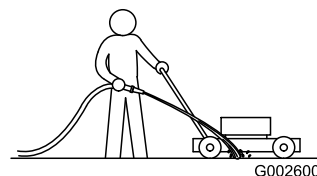

Figura 49
- Con el motor en marcha sobre una superficie plana pavimentada, dirija un chorro de agua hacia delante de la rueda trasera **derecha** (Figura 49).